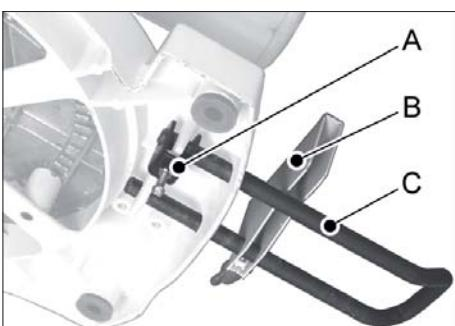

Рис. 4
- Встановіть подовжувач по довжині (B, Рис. 4) на правому або лівому боці.
- При роботі на верстаті використовуйте мішок для збору тирси (K, Рис. 4).